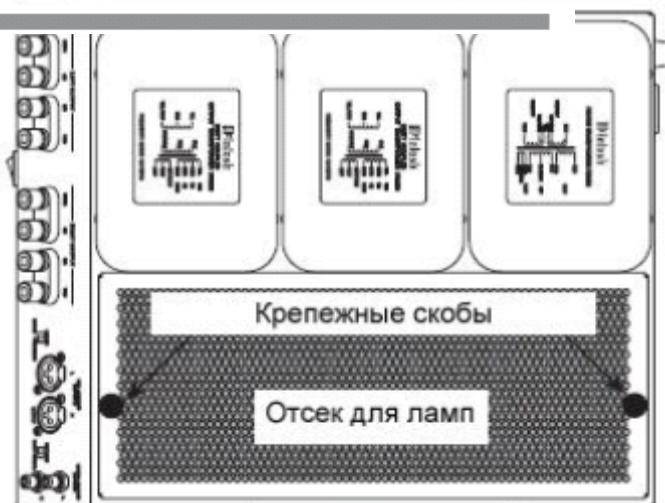

Рис. 1
2. Отсоедините отсек для ламп от корпуса прибора, потянув за обе его стороны. См. рис. 1